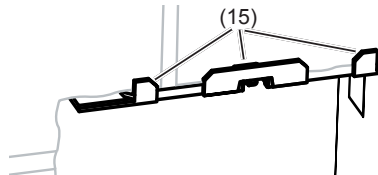

Bild 4: Einbauposition der Befestigungselemente
**i** Die Auflagewinkel (15) der Befestigungselemente müssen auf der Wandoberfläche aufliegen (Bild 4).